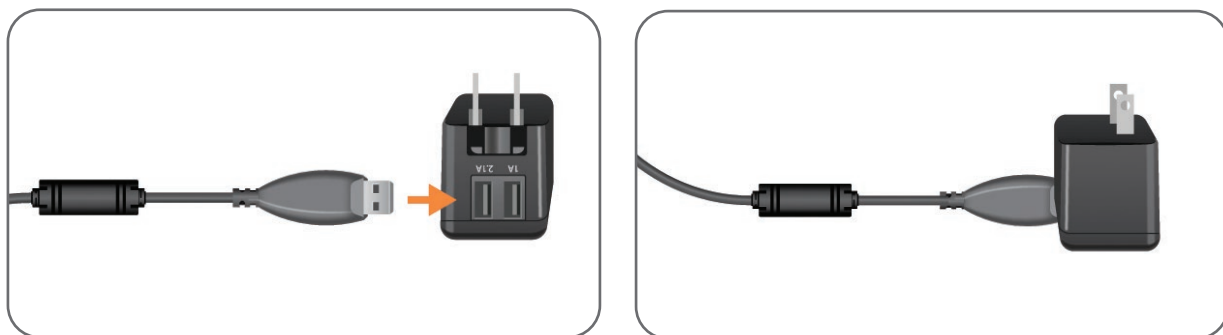

Figura 4-6: Collegamento del cavo di ricarica USB all'adattatore CA
2. Inserire l'estremità con il connettore USB del cavo di ricarica magnetico in una delle due porte USB disponibili dell'adattatore CA (Figura 4-6).